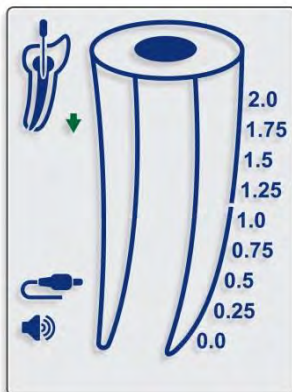
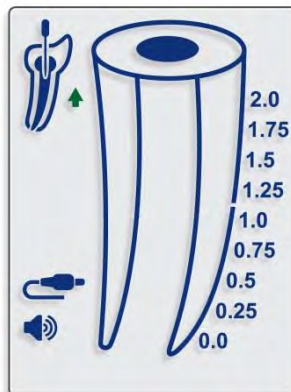

Fig. 5
Fig. 6
7.4.10. Bevegelsen av filen inne i kanalen er reflektert av NED- (Fig. 5) og OPP (Fig. 6)-pilene på skjermen.